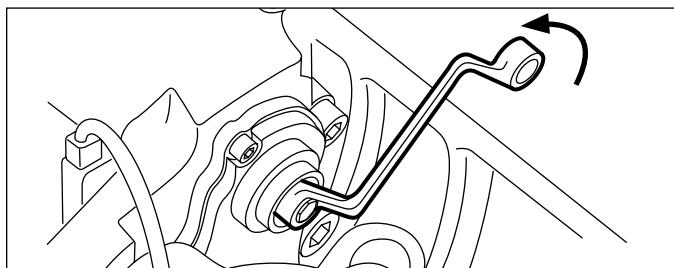

FIGURA 37 - CÓMO AUMENTAR EL ESPACIO DEL AJUSTADOR PARA QUITAR LAS ZAPATAS
- 5.2.8 Use una llave de cubo de seis puntos de 10 mm (*Consulte la figura 37*) para hacer girar el ajustador hacia la izquierda hasta que haya suficiente espacio para quitar las zapatas de los frenos. Se produce un sonido de clic cada vez que gira el ajustador.